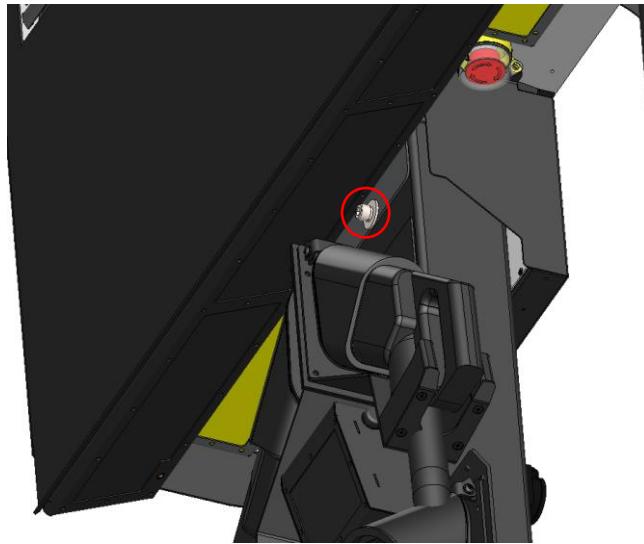

Рисунок 5.9. Расположение винта на обратной стороне станции
1. Изъять винт на обратной стороне станции (рис. 5.9) и движением вниз снять корпус фильтра.